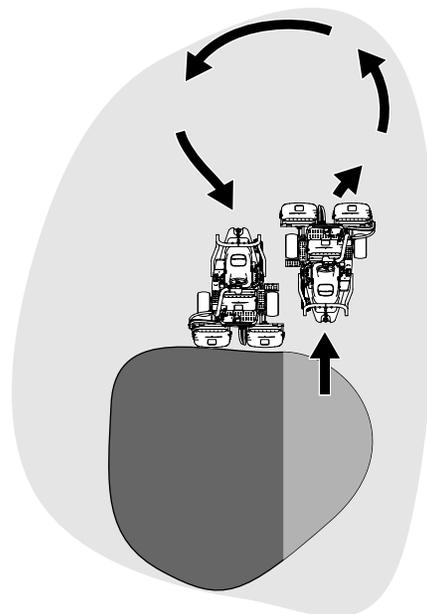

Рисунок 27
6. Чтобы сэкономить рабочее время и облегчить выравнивание для следующего прохода, на короткое время разверните машину в противоположном направлении, а затем направьте ее к нескошенной части. Такое движение машины является поворотом «по каплевидной траектории» (Рисунок 27), позволяющим быстро выровнять ее для следующего прохода.